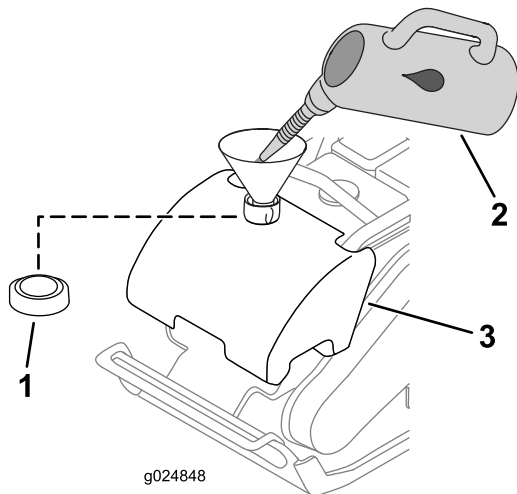

Figura 9
- Retire el tapón del depósito de agua (Figura 9).
- Llene el depósito de agua (Figura 9).
- Instale el tapón en el depósito de agua (Figura 9).